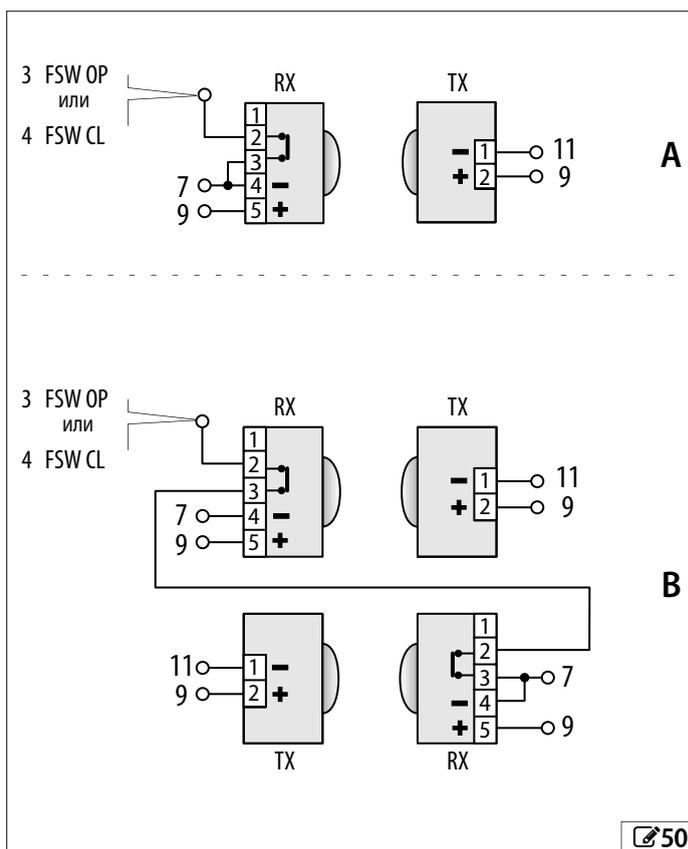

рис. 50
**Фотоэлементы открытия**- FSW OP. Они должны быть расположены для контроля хода открытия и должны быть подключены, как указано в рис. 50А (одна пара) или В (две пары последовательно). Они активны только во время открытия.
**Фотоэлементы закрытия**- FSW CL. Они должны располагаться для контроля за действиями при закрытии и должны быть подключены, как указано в рис. 50А (одна пара) или В (две пары последовательно). Фотоэлементы активны только во время закрытия.